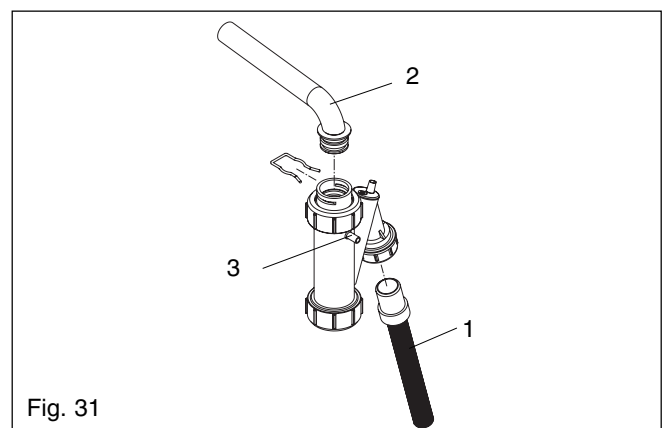

Fig. 31
**6.29 CONDENSE TRAP REMOVAL fig. 31**